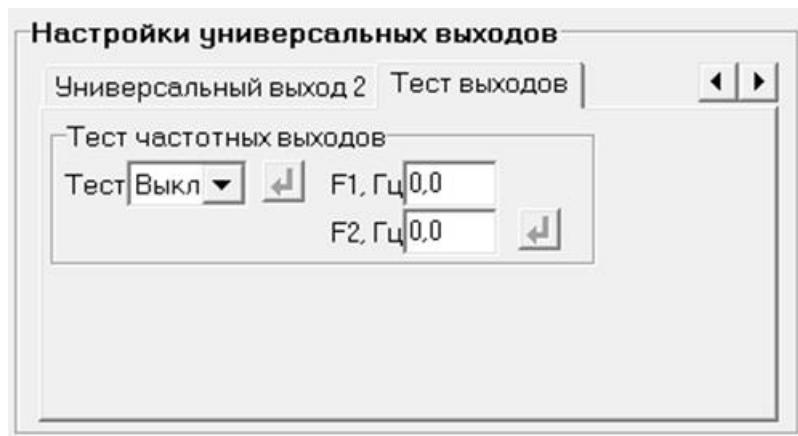

Рис.13. Вид вкладки «Тест выходов».
2.4.5. В расходомере предусмотрена возможность проверки работоспособности универсальных выходов в частотном режиме. Установочные параметры для проведения тестирования находятся во вкладке **Тест выходов** (рис.13), переход к которой производится нажатием кнопки .